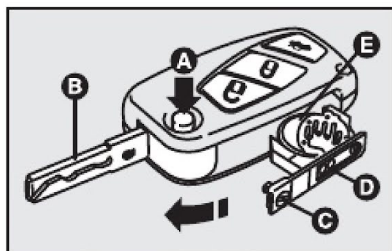

fig. 4
- apertar o botão **A-fig. 4** e colocar o encaixe metálico (**B**) na posição de abertura;